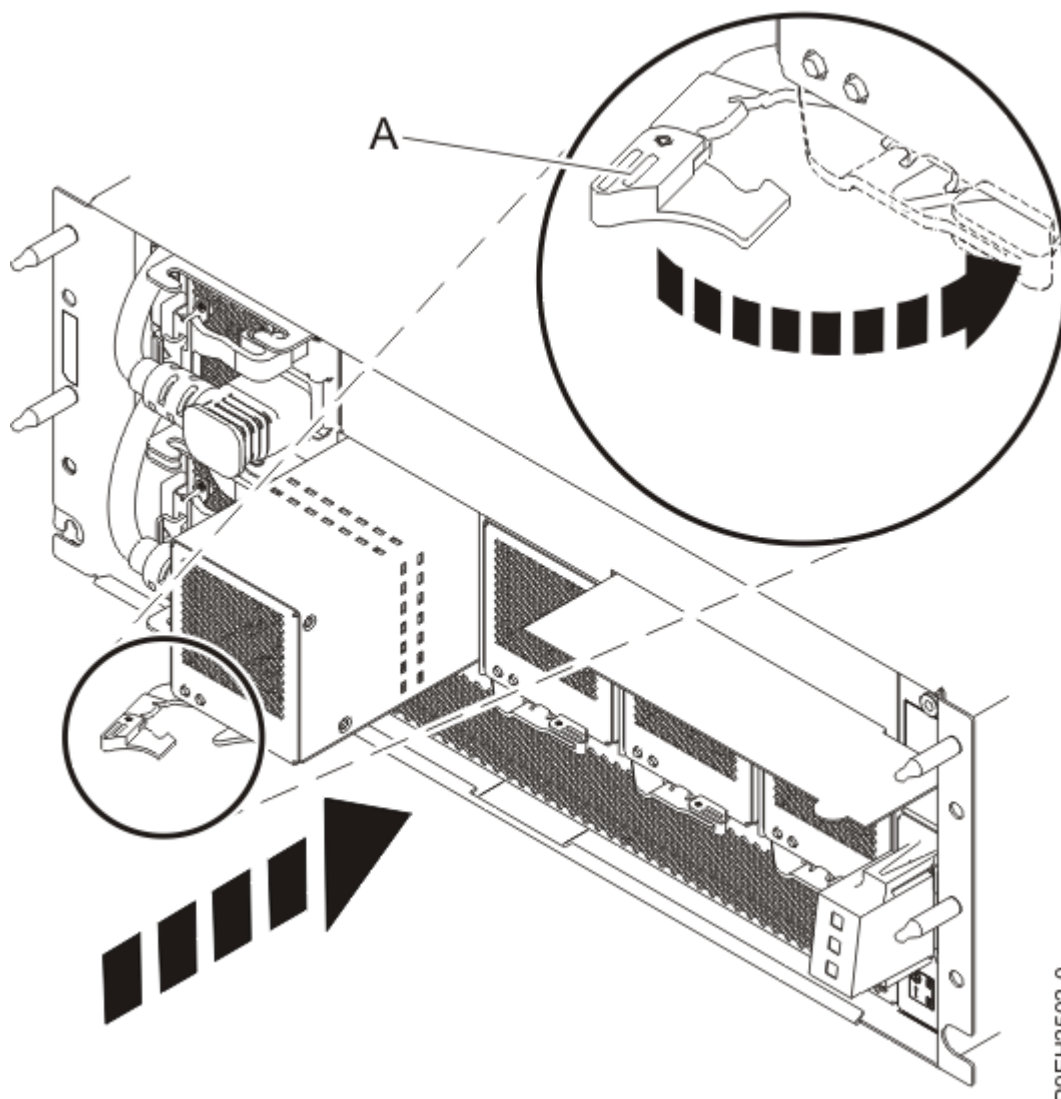

図 5. EMX0 PCIe3 拡張ドロワーでのファンの取り付け
2. ファンのハンドル (A) が、6 ページの図 5 に示すように開いていることを確認します。
3. ファンの底部を手で支えながら、ファンをスロットに位置合わせし、スライドさせてベイに入れます。6 ページの図 5 を参照してください。
5. ファンのハンドル (A) を、示されている方向に回転させてから、ラッチが所定の位置にロックされるまでファンのハンドルを押します。6 ページの図 5 を参照してください。